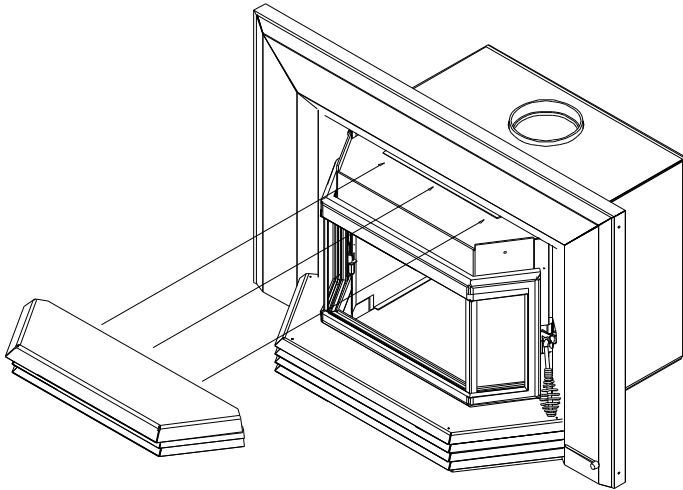

Figure 2.9f
8. Le dessus du poêle (surface de cuisson) est installé dans nos ateliers, mais il faut enlever la vis d'expédition avant d'installer la façade (Figure 2.9f).